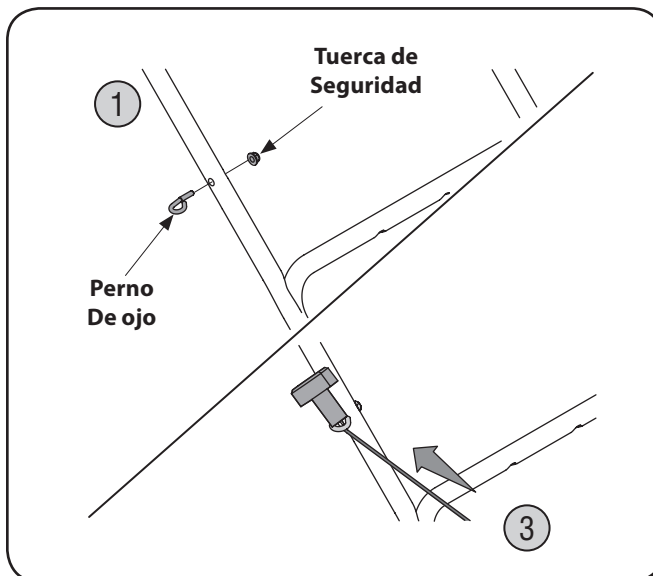

Figura 3-10
1. Coloque el perno de ojo en la manija superior y enrosque la tuerca de seguridad sin apretar para fijarlo. NO apriete. Vea Figura 3-10.
3. Enganche la cuerda a través del perno de ojo. Vea Figura 3-10.